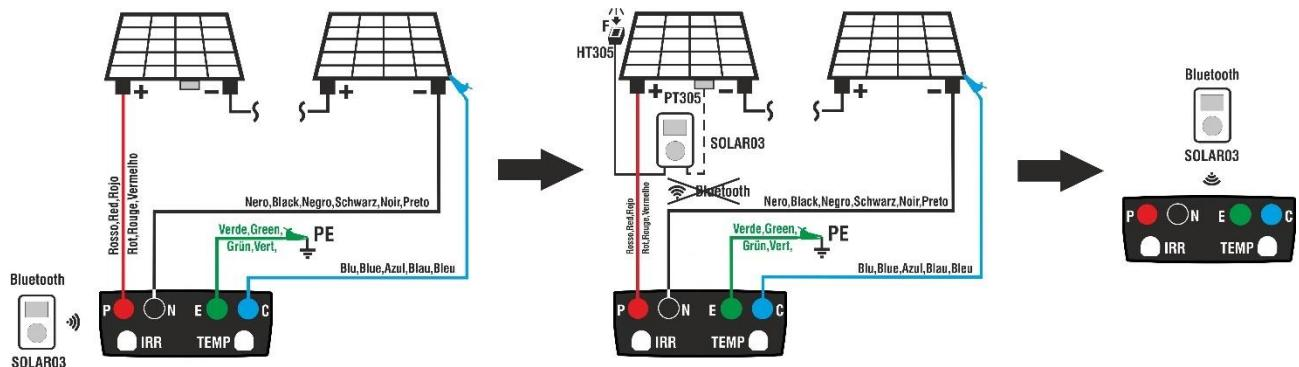
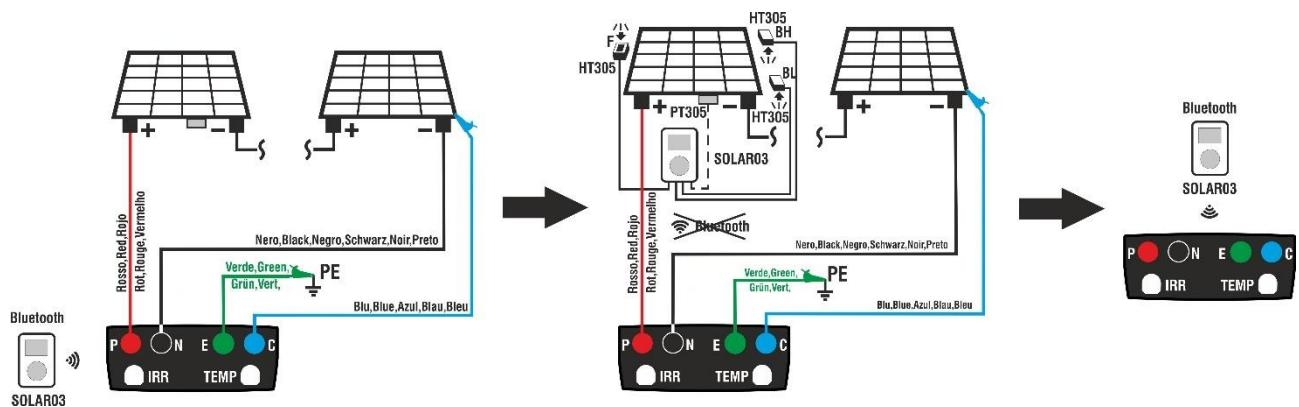

Fig. 14: Utilisation avec SOLAR03 en enregistrement synchrone sur modules Monofaciaux
Fig. 15: Utilisation avec SOLAR03 en enregistrement synchrone sur modules Bifaciaux
2. Connecter l'instrument au module/chaîne en cours d'essai et, le cas échéant, au nœud principal de mise à la terre de l'installation et aux masses métalliques mises à la terre comme indiqué dans la Fig. 14 (modules Monofaciaux) ou la Fig. 15 (modules Bifaciaux). En particulier :
4. Rapprochez l'unité remote SOLAR03 de l'instrument comme indiqué sur la Fig. 14 ou la Fig. 15 – côté gauche
7. **Amener l'unité remote à proximité des modules** et connecter les sondes d'irradiation/température (si nécessaire) comme indiqué dans la Fig. 14 ou la Fig. 15 – côté central. **Ayant déjà commencé l'enregistrement sur l'unité remote SOLAR03, il n'est pas nécessaire de maintenir la connexion Bluetooth.** Maintenir la connexion (si possible) permettra uniquement d'obtenir immédiatement le résultat du test sans attendre la fin de la campagne de mesures.